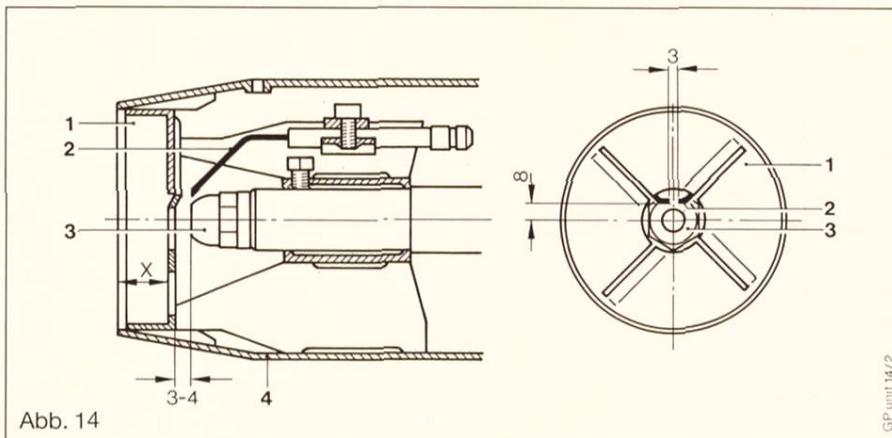

Abb. 14
- b) Lösen der Konterrändelmutter (5) und drehen an der Einstellrändelschraube (4) nach rechts, ergibt weniger Pressung an der Stauscheibe (weniger CO_2), (Maß x wird größer. Siehe Abb. 14), nach links ergibt mehr Pressung an der Stauscheibe (mehr CO_2), (Maß x wird kleiner. Siehe Abb. 14).
Legende zu Abb. 14
Die in Abb. 14 angegebenen Abstände zur Brennerdüse (3), zur Stauscheibe (1) und zueinander sind genau einzuhalten.
Zur Beachtung: Mischeinrichtung mit Zündelectroden (2) beim Einbauen nicht verdrehen. Aus Gründen der Funktionssicherheit die in Abb. 14 dargestellte Stellung beibehalten!